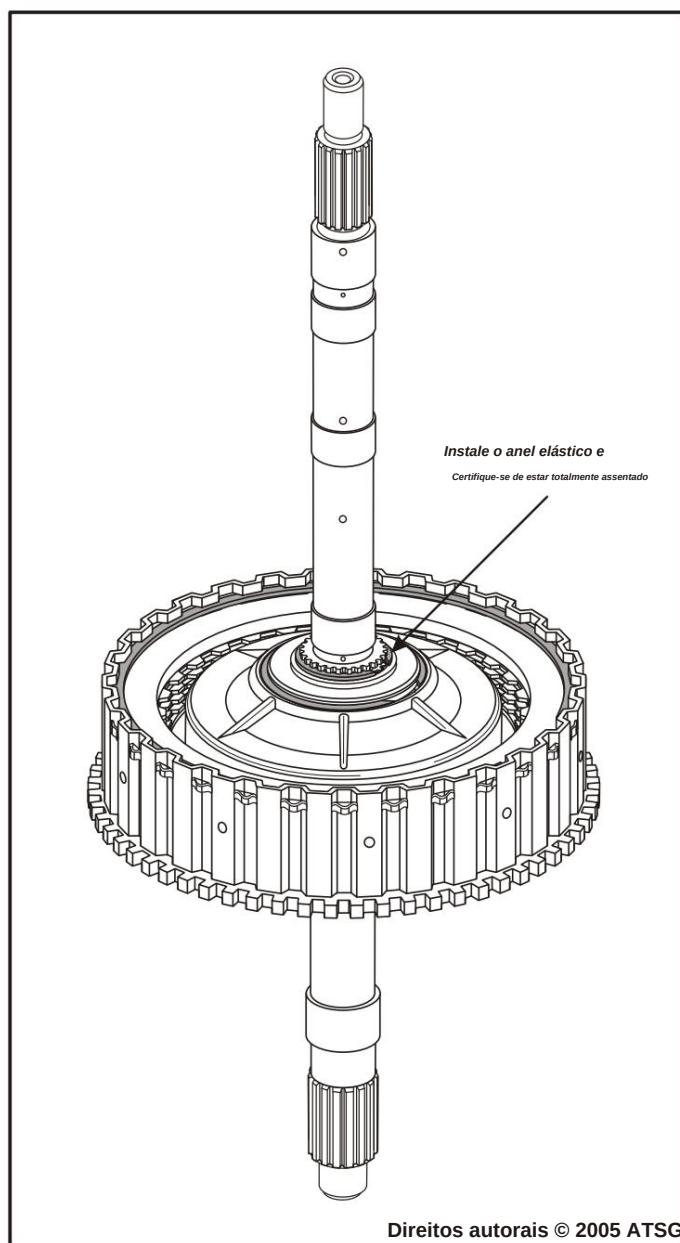

Figura 119
19. Instale o eixo da turbina através da carcaça da embreagem underdrive, conforme mostrado na Figura 119, instale o anel elástico e certifique-se de que esteja totalmente assentado.